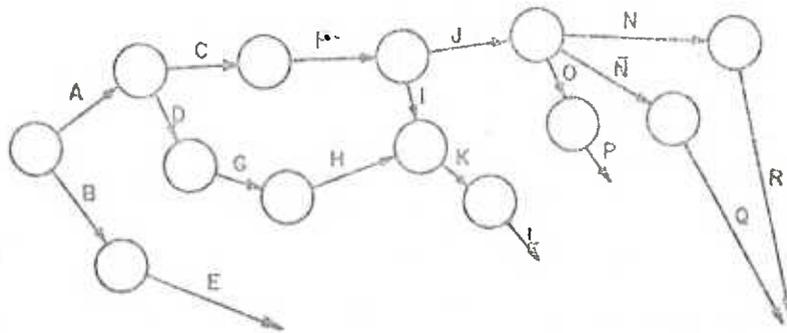

FIGURA 24
11) Reflejando la condición 13 tendremos (figura 24):